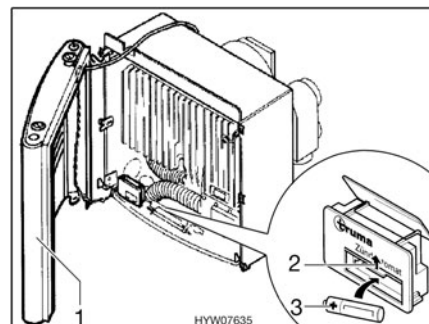

Fig. 99 Calefacción abierta
- Colocar a un lado el revestimiento (Fig. 99,1) para que no se tenga que desenchufar el cable de conexión del ventilador de aire caliente y de la lámpara de control de encendido.
- Empujar hacia arriba la tapa del compartimento de las pilas en el dispositivo automático de encendido (Fig. 99,2).
- Colocar una pila nueva (Fig. 99,3) del mismo tipo con la polarización correcta (+/-) en el compartimento de las pilas en el dispositivo automático de encendido. Utilizar únicamente pilas Mignon resistentes a la temperatura (+70 °C) y protegidas contra derrames.